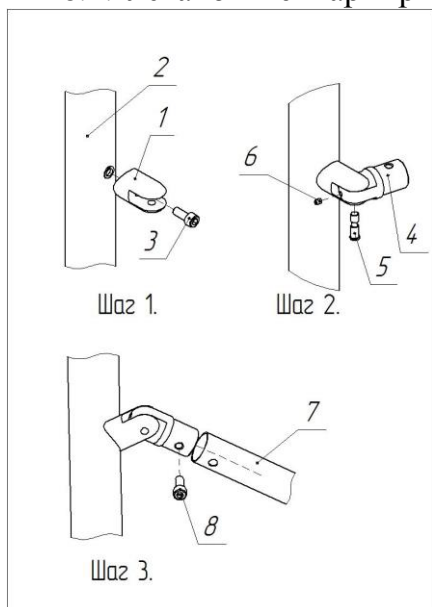

Рис.1 Схема сборки шарнира на стойке
6.2. Установите шарниры на стойке калитки согласно рис.1.
Закрепите вилку **1** (обозначения позиций см. рис.1) шарнира на стойке **2** с помощью винта **3** (M8x20).